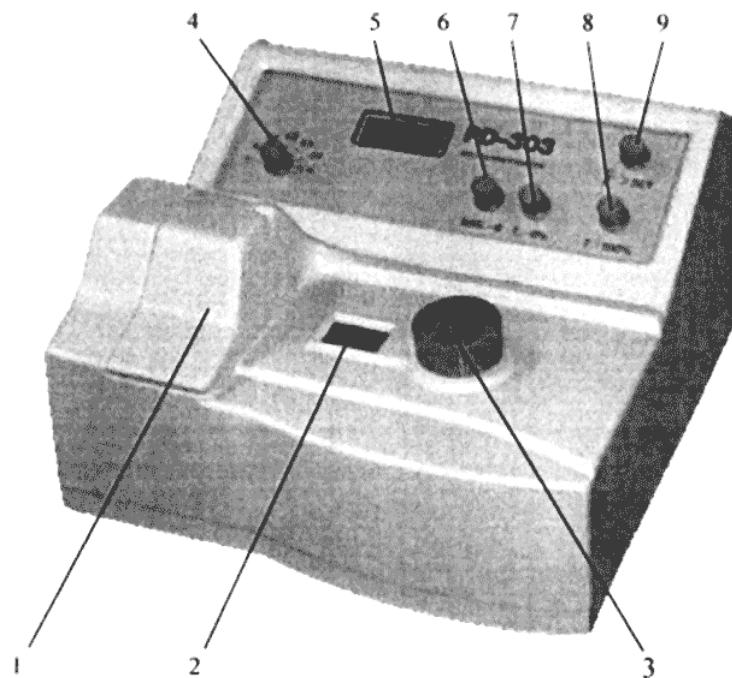

Рисунок 5. Вид спереди
6. Включите прибор выключателем. Удостоверьтесь, что **люминесцентный дисплей** загорелся (рис.5-№5). Для стабилизации интенсивности свечения лампы прибор необходимо прогреть около **20 минут**.
7. **Установка длины волны:** Установите нужную длину волны поворотом рукоятки установки длины волны, обозначенной **WAVELENGTH** (рис.5-№3), наблюдая в **окне установленную длину волны** (рис.5-№2) рядом с измерительной камерой. Диапазон длин волн: от 340 нм до 1000 нм.
8. Убедитесь, что в **измерительной камере** (рис.5-№1) нет кюветы и камера закрыта крышкой.
9. **Установка режима Светопропускания:** Установите переключатель режимов (рис.5-№4) в положение **T** (Transmittance). Ручкой установки ноля коэффициента светопропускания, обозначенной **T-0%** (рис.5-№7) установите на дисплее «**0.0**».
11. **Верификация Светопропускания и Абсорбции:** Поворотом ручки установки 100% коэффициента светопропускания, обозначенной **T-100%** (рис.5-№8), установите на дисплее «**100.0**». Установите переключатель режимов (рис.5-№4) в режим Абсорбции – положение **A** (Absorbance). Затем ручкой установки ноля Абсорбции, обозначенной **A-0** (рис.5-№6), установите на дисплее «**0.0**». Выньте кювету с бланком из измерительной камеры.
2. Установите переключатель режимов (рис.5-№4) в положение T (Transmittance). Ручкой установки ноля коэффициента светопропускания, обозначенной **T-0%** (рис.5-№7) установите на дисплее «**0.0**». (Повторите шаг 5 процедуры подготовки на стр.8).